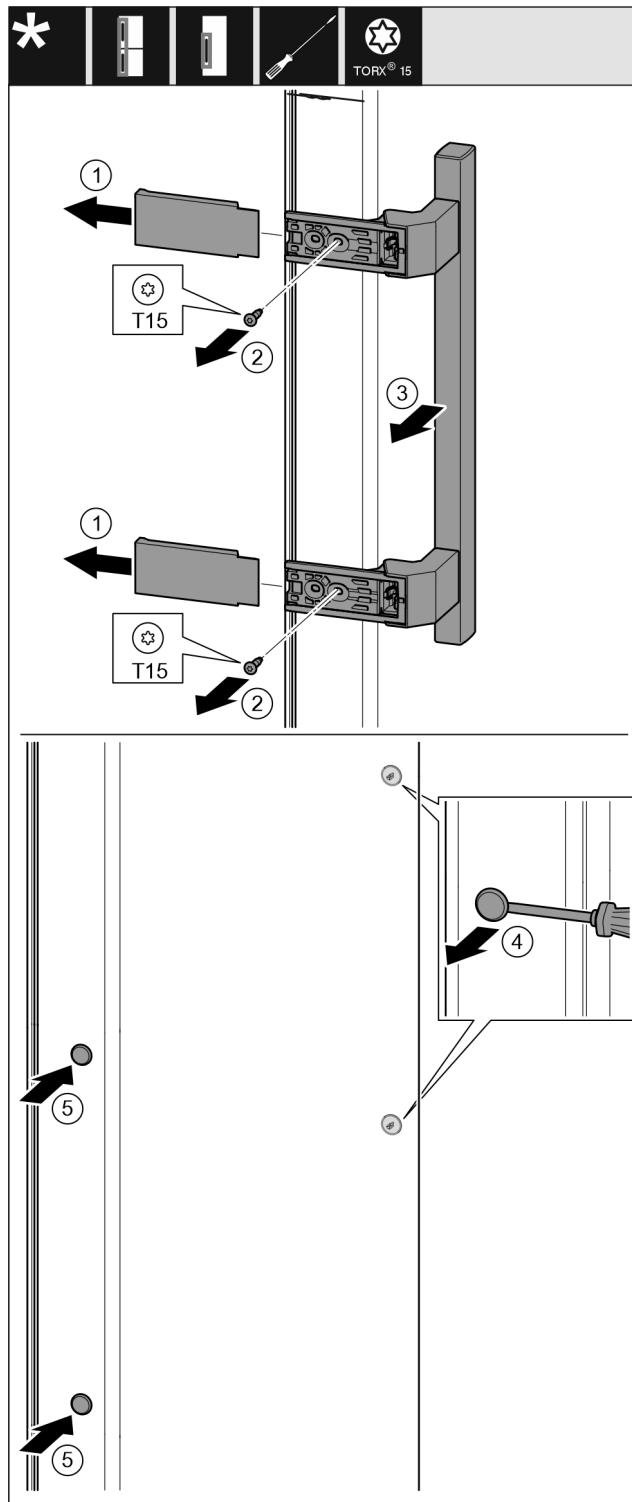

Fig. 15
- ▶ Træk afdækningen af. Fig. 15 (1)
- ▶ Skru skruerne af med en Torx 15-skrueetrækker. Fig. 15 (2)
- ▶ Tag grebet af. Fig. 15 (3)
- ▶ Løft forsigtigt sideproppen af med en kærvskrueetrækker, og træk den ud. Fig. 15 (4)
- ▶ Indsæt proppen igen på den anden side. Fig. 15 (5)